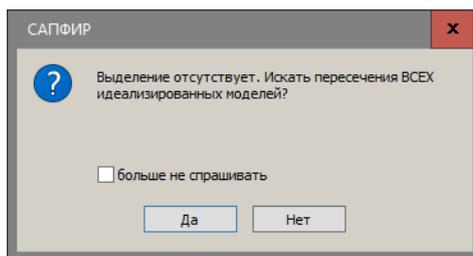

Рис.15.38. Диалоговое окно САПФИР
- В открывшемся диалоговом окне **САПФИР** (рис.15.38) щелкните по кнопке **Да**.